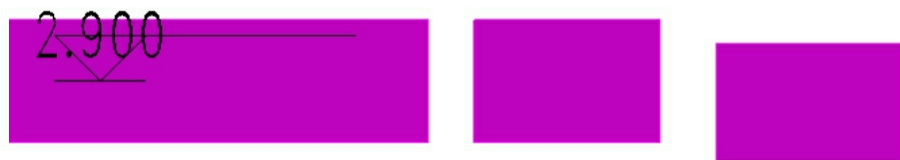

图2-108
(2) 这时我们用“打断”命令把左边风管打断，从而多出一根新的水平管，如图 2-108所示。